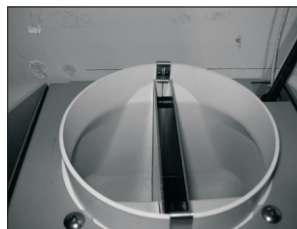

Fig. 4-8
1. Ajoutez les 2 clips métalliques au col de la sortie du ventilateur. Vérifiez que les clips sont bien face-à-face et ne sont pas en position inversée. (Fig. 4-8)